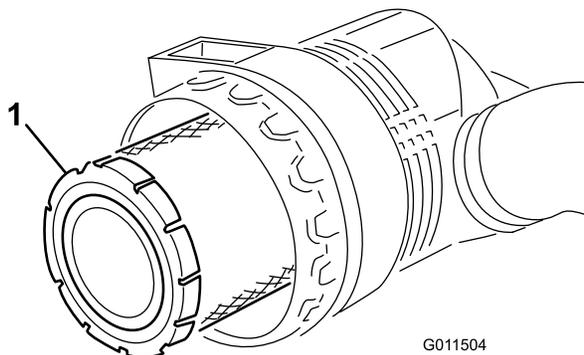
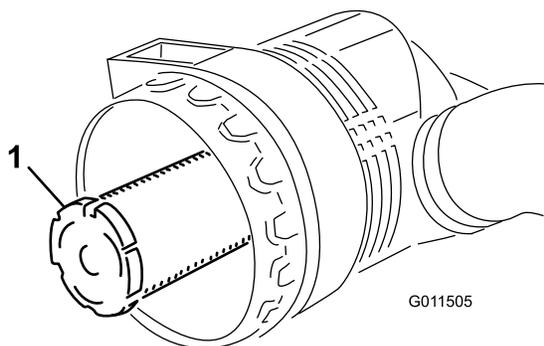

Figure 48
Figure 49
3. Enlevez l'élément principal (Figure 48). Il est déconseillé de nettoyer les éléments usagés car cela risque d'endommager le matériau du filtre. Vérifiez que le filtre de rechange n'a pas été endommagé pendant le transport. Vérifiez l'extrémité d'étanchéité du filtre et du boîtier. N'utilisez pas l'élément s'il est endommagé. N'enlevez **pas** l'élément de sécurité (Figure 49).
Important: N'essayez jamais de nettoyer l'élément de sécurité (Figure 49). Remplacez-le une fois sur trois, quand vous effectuez l'entretien du préfiltre.
4. Remplacez l'élément principal (Figure 48).